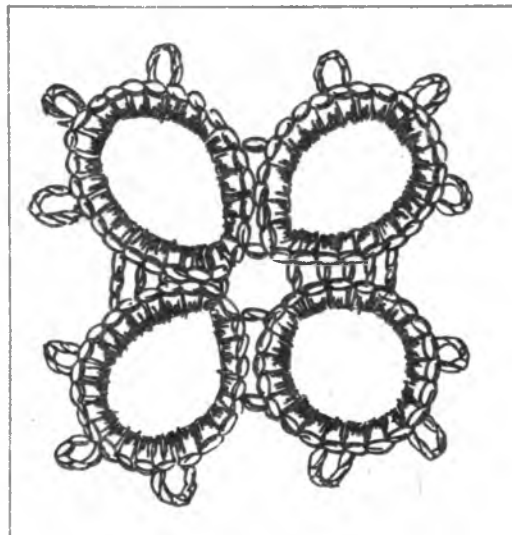
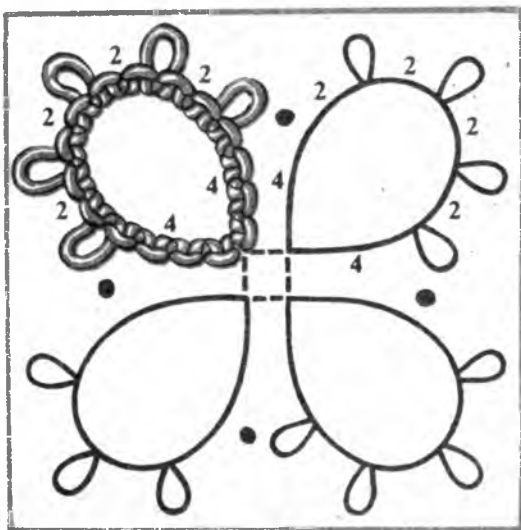

Рис. 20. Готовый узор (упражнение № 3)
Рис. 19. Узор к упражнению № 3
**Упражнение 3.** Сплетем четырехлепестковый цветок. Его плетут одним челноком. На схеме (рис.19) показан порядок плетения колец (А, В, С, D) и число узлов между пико. Кольца А и В, В и С, С и D соединяются так же, как описано в упражнении 1. Только «ножки» между кольцами делать не надо. Кольцо D соединяют с кольцом А следующим образом. Доплетя кольцо D до сцепки, положите челнок слева, сложите изделие пополам так, чтобы первое кольцо А оказалось рядом с местом сцепки кольца D. Протяните рабочую нить от кольца D в пико кольца А на себя, проденьте в петлю челнок (слева направо), затяните сцепку, зажмите ее в левой руке и доплетите кольцо D. Стяните это кольцо — и четырехлистник готов (рис.20).
полнении четырехлистника (см.рис.19, упражнение 3).